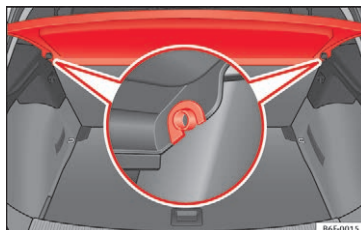

Fig. 164 I bagagerummet: af- og påmontering af bagagerumsafdækning
- Tryk afdækningen ud af holderne i siderne » Fig. 164 ved at trække dem opad og ud.
- Indsæt afdækningen horisontalt, så "hesteskoen" ligger hen over holderens akser » Fig. 164, og tryk afdækningen nedad, indtil den går i hak.